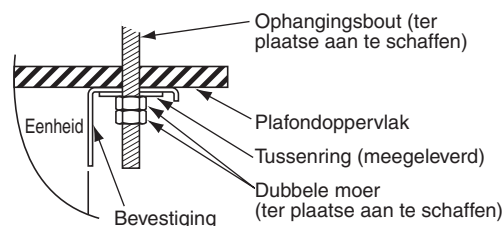
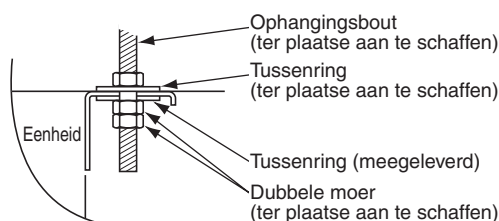

Afb. 3-9
Afb. 3-10
- (5) Voor u de binnenunit ophangt, moet de 2 of 3 schroeven van de vergrendeling van de grilles van de luchtinlaten verwijderen, de grilles openen, en ze vervolgens verwijderen door tegen de klauwtjes van de scharnieren te drukken (Afb. 3-9). Verwijder vervolgens beide zijpanelen door ze langs de unit naar voren te schuiven nadat u de 2 bevestigingsschroeven heeft verwijderd. (Afb. 3-10)